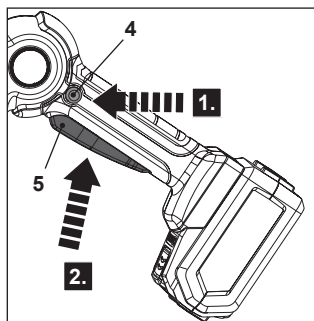

Fig. 9
1. Pulse el botón de bloqueo de seguridad (4) y manténgalo en esa posición (Fig. 9, paso 1) para desbloquear el interruptor de encendido/apagado (5) (Fig. 9).